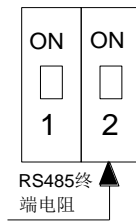

图 5
2. RS485 终端电阻(120Ω)由拨动开关选择，如图 5。当“2”拨到 ON 时，为选择终端电阻(120Ω)，否则为无终端电阻。